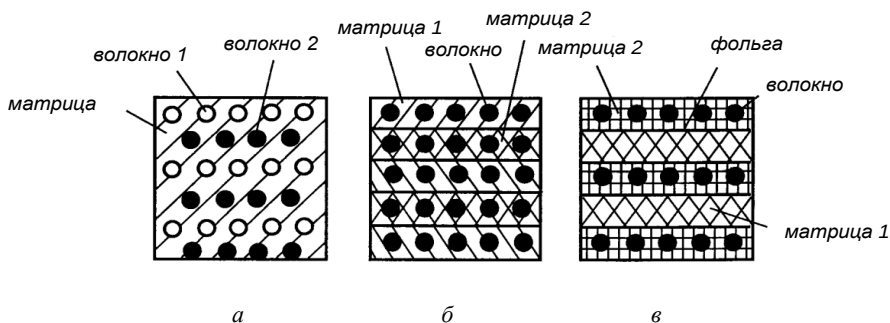

Рисунок 8 – Схемы комбинированных композитов:
- Комбинированные композиты (рисунок 8) имеют признаки, дающие основание отнести их к нескольким структурным типам композиционных материалов.